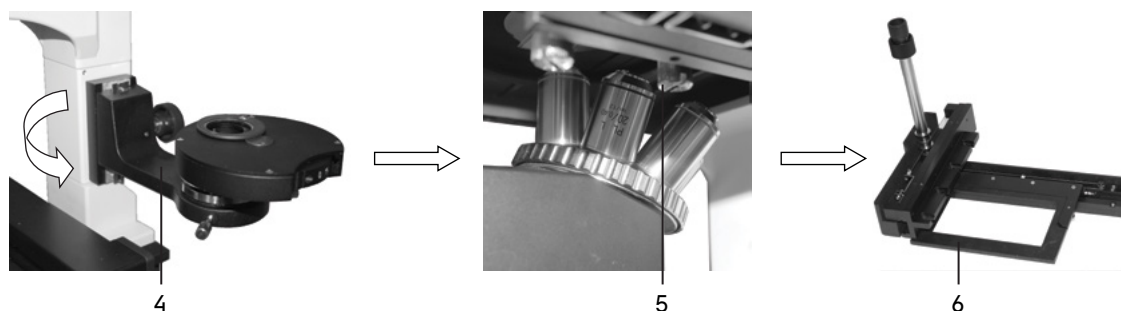

Рис. 17. Подготовка объектов к исследованию в высокой посуде
При исследовании объектов в высокой посуде необходимо вывести конденсорное устройство 4 из оптической оси. Для этого ослабьте винт справа на штативе и поверните блок штатива с устройством против часовой стрелки, как показано стрелкой на рис. 17.
1. Снимите устройство перемещения объекта (см. пояснения к рис. 17).